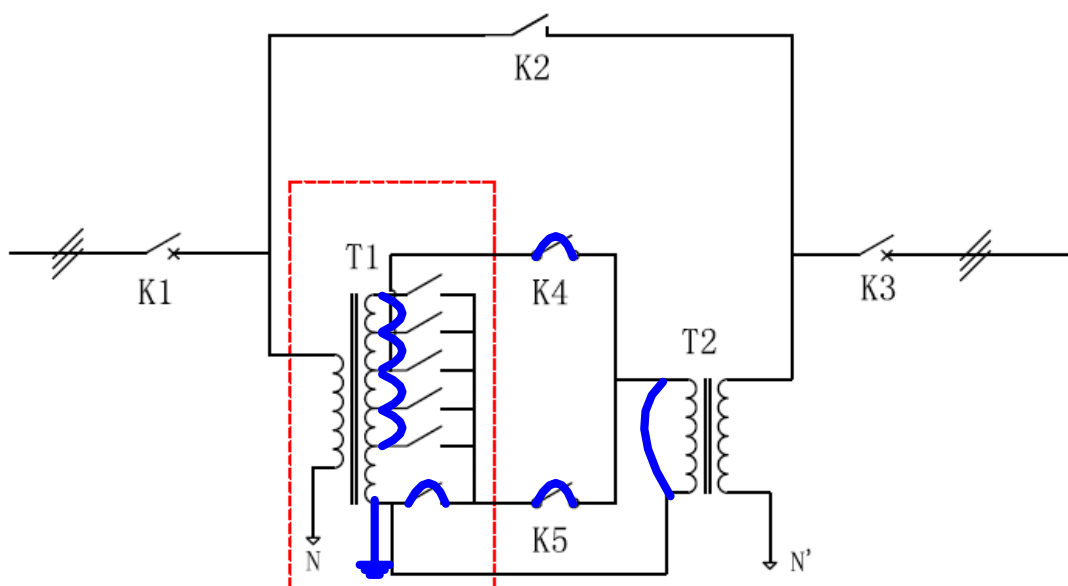

图 2-9 耐压测试短接接地示意图
- 2) 对测试装置内部 690V 侧铜排通过铜线进行接地处理，铜排的短接示意图如图 2-9 所示。短接部分包括抽头变压器低压侧所有抽头，升压变压器 690V 侧端子和晶闸管两端。在短接后就近接地。